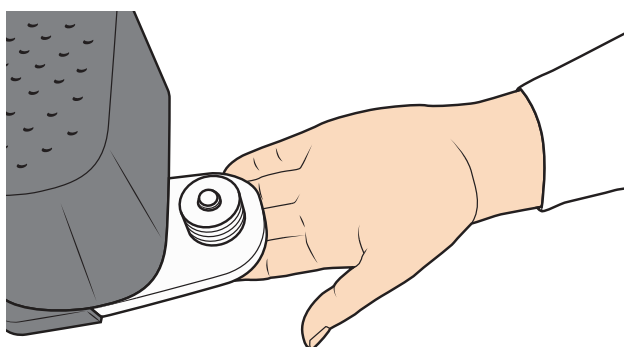

Figure 115
6. Ajoutez ou retirez des rondelles pour atteindre la hauteur souhaitée sur le boulon arrière (A). Voir Figure 115.